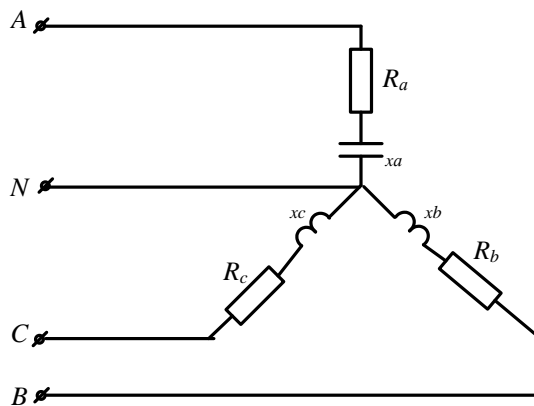

Рисунок 65
**Задача 62.** В схеме (рис.65)  $U_{\text{Л}}=380\text{В}$ ;  $R_{\text{A}}=4\text{Ом}$ ;  $R_{\text{B}}=6\text{Ом}$ ;  $R_{\text{C}}=8\text{Ом}$ ;  $x_{\text{A}}=12\text{Ом}$ ;  $x_{\text{B}}=6\text{Ом}$ ;  $x_{\text{C}}=6\text{Ом}$ . Рассчитать фазные и линейные токи, ток нулевого провода, построить векторную диаграмму токов.